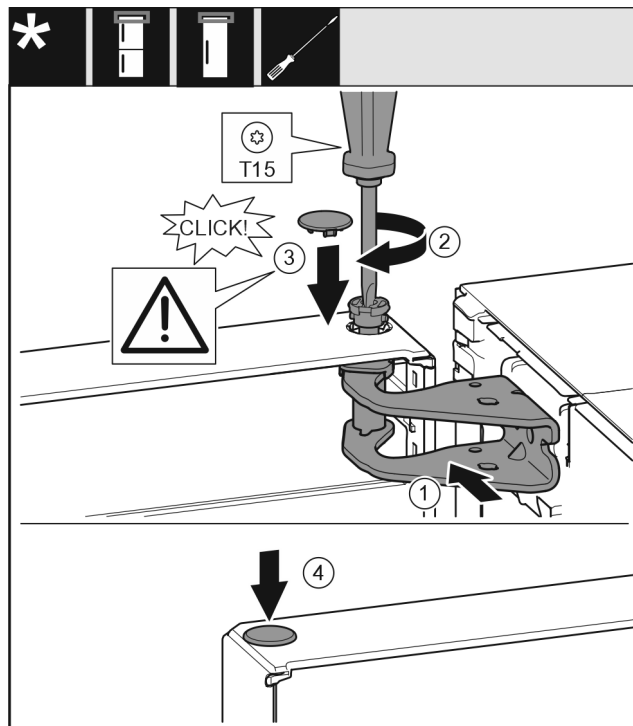

Fig. 23
- Poravnajte gornja vrata prema otvoru u podlošku ležaja Fig. 23 (1).
- Umetnite svornjak Fig. 23 (2) i pritegnite ga odvijačem.
- Postavite poklopac Fig. 23 (3).
- Provjerite da poklopac Fig. 23 (3) naliježe na vrata.
- Postavite poklopac Fig. 23 (4).